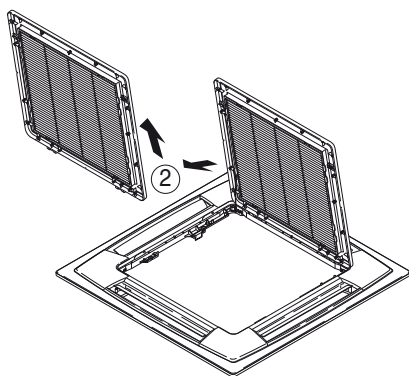

Fig. 7-2
- 3) La grille d'admission d'air étant ouverte, déposez la charnière de grille du plafonnier en la faisant glisser dans la direction indiquée par la flèche ②. (Fig. 7-2) (Remontez la grille d'admission d'air après l'installation du plafonnier.)